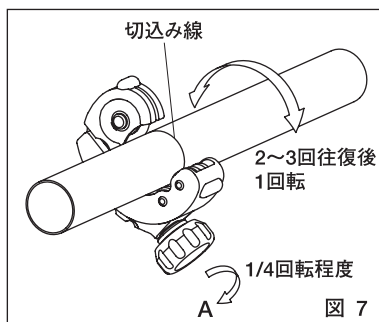

図 7
- ②カッタ刃がパイプに当たったところから、さらにグリップを矢印Aの方向に1/4回転程度まわしてから本体をパイプ外周にそって90°程2～3回往復させます。さらに本体を1周させ全周に切込み線をつけます。(図7)